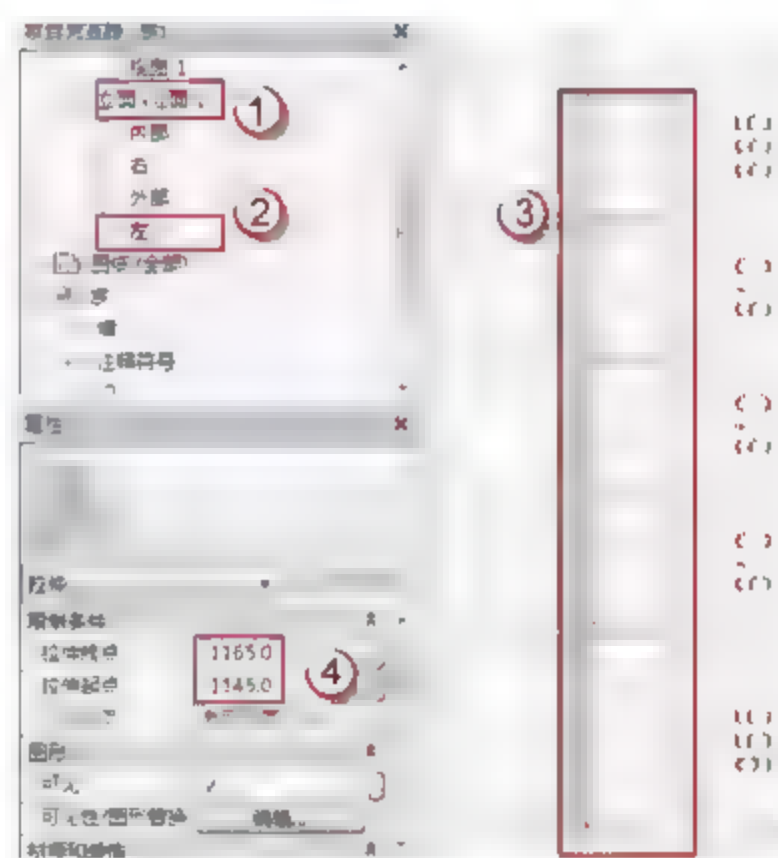

图 6.3.77 MC2934 转角窗户玻璃的位置及厚度
(33) 绘制 MC2934 窗户玻璃。选择“项目浏览器”中的“立面(立面1)”→“左”选项,可以进入 MC2934 的左立面视图,选择“创建”→“拉伸”命令,进入“修改|编辑拉伸”界面,用菜单中的绘制工具绘制 MC2934 窗户玻璃,如图6.3.77所示。在“属性”面板中,在“拉伸终点”中输入“-1165”字样,在“拉伸起点”中输入“-1145”字样,完成后单击√按钮完成绘制。